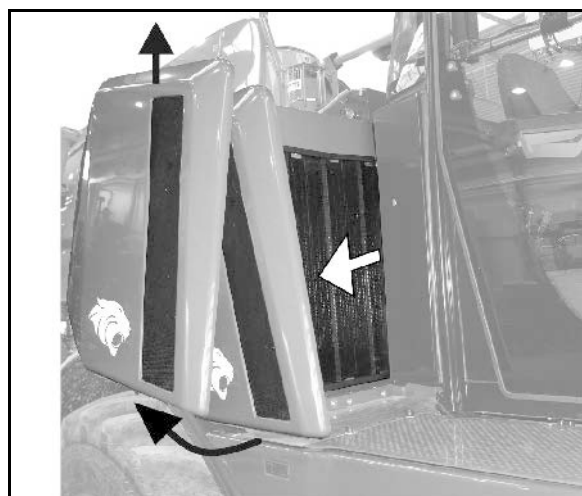

Fig. 168
1. Appuyer sur le galet de tension (Fig. 168/1) à l'aide d'une clé à tube (Fig. 168/3) dans le sens de la flèche jusqu'à pouvoir fixer une goupille de retenue de Ø6mm (Fig. 168/4) dans l'alésage de montage.
La courroie trapézoïdale crantée (Fig. 168/2) est maintenant sans tension.
2. Retirer d'abord la courroie trapézoïdale crantée (Fig. 168/2) du plus petit rouleau du galet de tension.
4. Placer la courroie trapézoïdale crantée neuve (Fig. 168/2).
6. Retendre la courroie trapézoïdale crantée à l'aide du galet de tension et de la clé à tube (Fig. 168/3). S'assurer que la courroie trapézoïdale crantée est correctement positionnée dans son guidage.